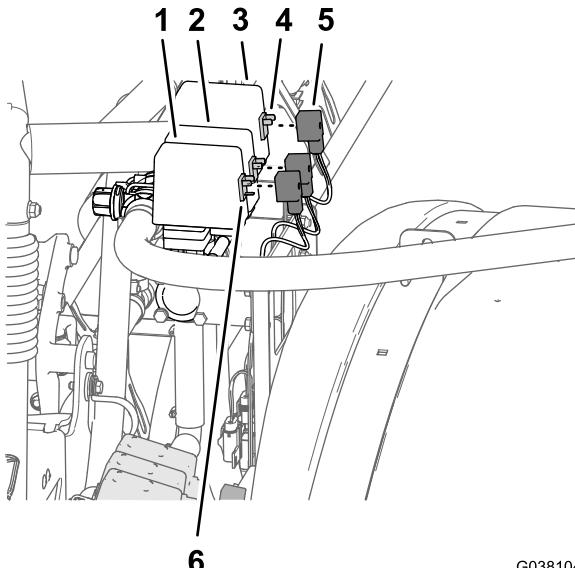

图7
- 4. 从右主喷洒阀拧下固定带主喷洒阀标签的线束的3触点接头的螺丝图7。
- 从喷洒阀卸下线束的 3 触点接头 图7。